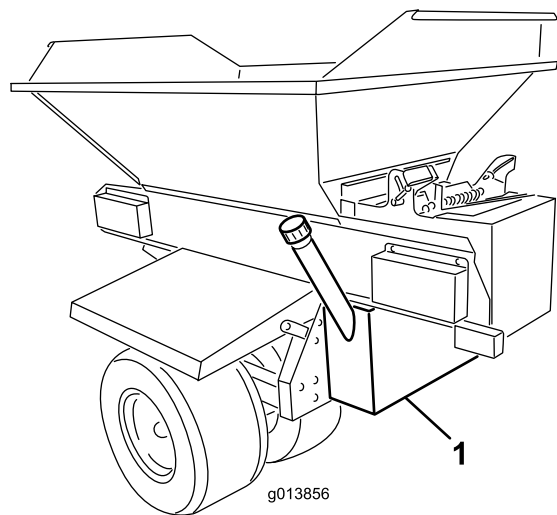

Figura 1
6. Sostenete da sotto il serbatoio idraulico e posizionate contro la parete posteriore dello chassis. Il serbatoio dovrebbe essere centrato in modo uniforme da sinistra a destra e posizionato verticalmente (Figura 1).